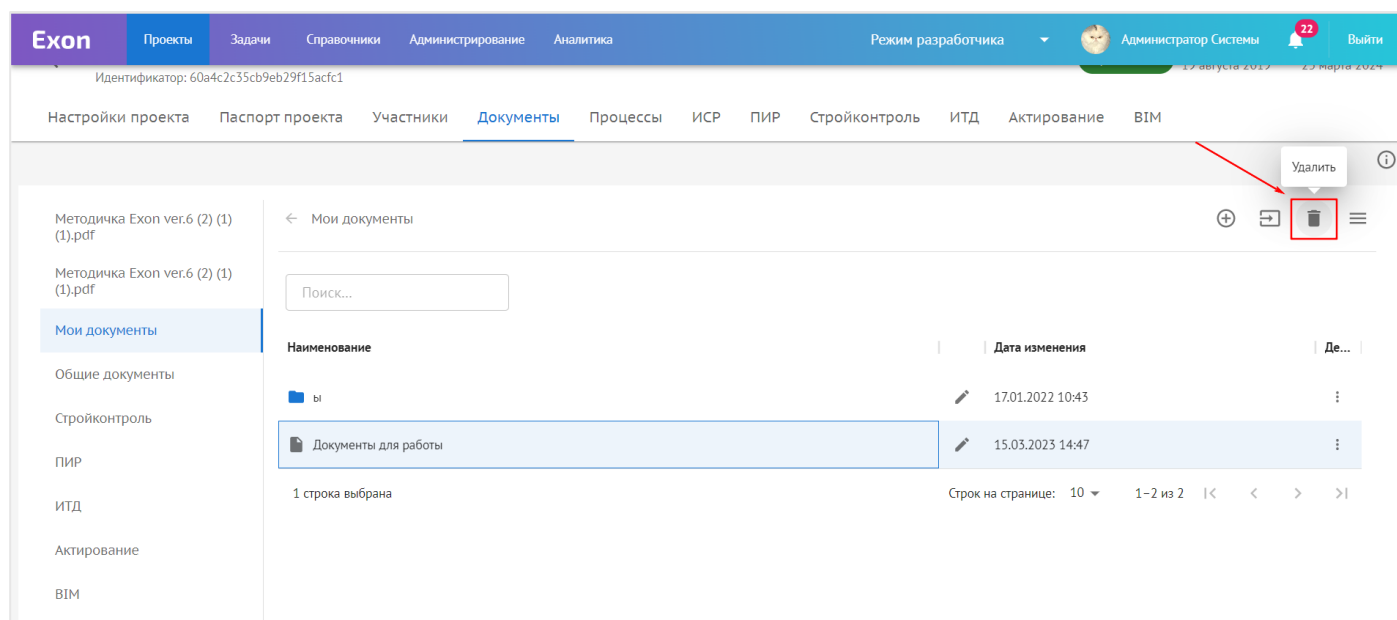

Рис. 54 – Удаление документа (способ 2)
2. Через значок корзины (рис. 54):